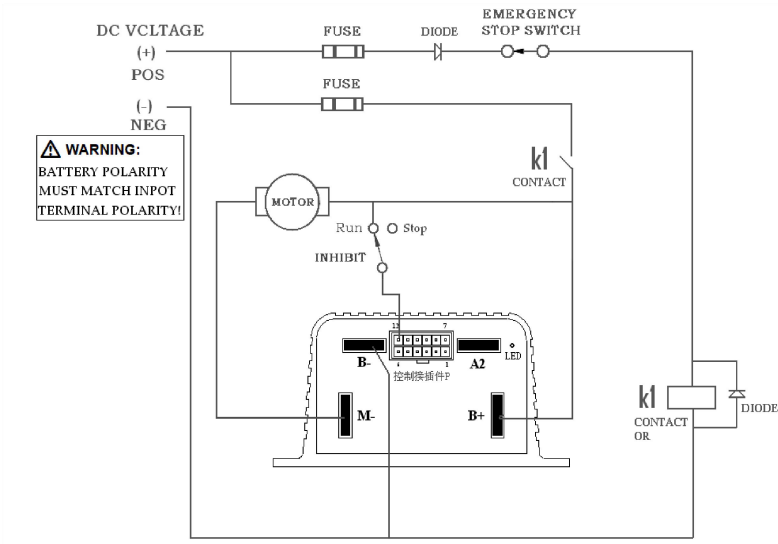

图 4
1、控制器的电源输入端与电源（电瓶）之间，请务必加装一只快速熔断保险和电磁继电器触点，以防必要时紧急断电。控制器的控制电路输入端与电源（电瓶）之间也必须加装一只快速熔断保险，以防控制电路短路。见图 4
连接直流马达到母线排的 B+,M-请见图 4。(永磁马达或它励马达)